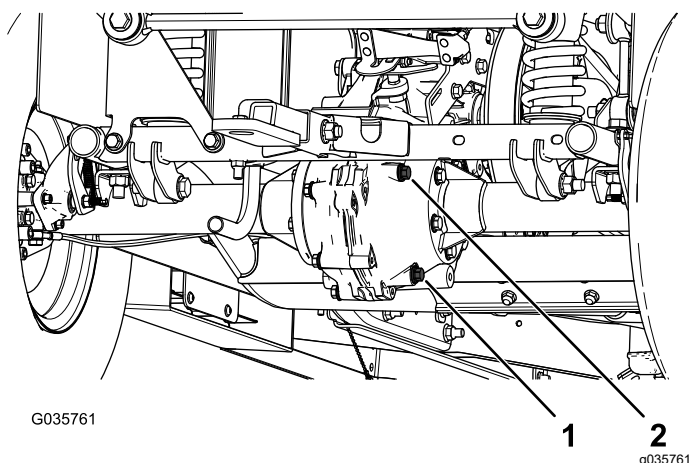

Bild 58
- Entfernen Sie die Füllschraube am Getriebe (Bild 58).
- Wenn der Ölstand niedrig ist, nehmen Sie die Füllschraube ab und füllen Sie die angegebene Ölsorte ein, bis das Öl aus dem Loch ausläuft (Bild 58).
- Stellen Sie eine Auffangwanne unter die Ablassschraube (Bild 58).
- Entfernen Sie die Füllschraube und die Dichtung (Bild 58).
- Entfernen Sie die Ablassschraube und die Dichtung und lassen das Öl vollständig ablaufen (Bild 58).